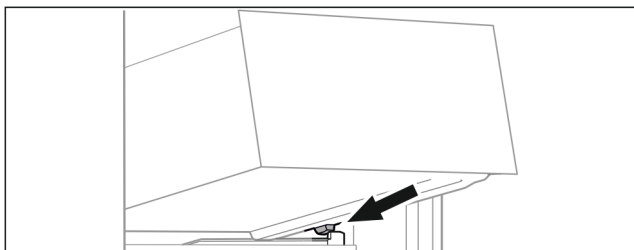

Fig. 70
- ▶ Coloque el cajón inclinado detrás de los toques sobre la nervadura para recipientes. (consulte Fig. 70)